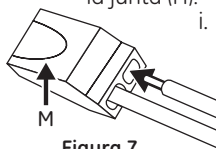

Figura 7
- e. Conecte el cable a tierra (verde o cobre) del suministro eléctrico de CA de la vivienda al insertar al conector a presión (M) con el cable verde/amarillo.
- f. Conecte el cable neutro (blanco) del suministro eléctrico de CA de la vivienda al insertar al conector a presión (M) con el cable blanco.
- g. Conecte el cable línea (negro) del suministro eléctrico de CA de la vivienda al insertar al conector a presión (M) con el cable negro (ver **Figura 7**).
- h. Si las conexiones al suministro eléctrico de la vivienda se hicieron a los conectores a presión (M) antes de asegurarse de que estuvieran pasados por el orificio correcto de la placa de soporte trasera (L) o antes de pasarlos por la junta (H):